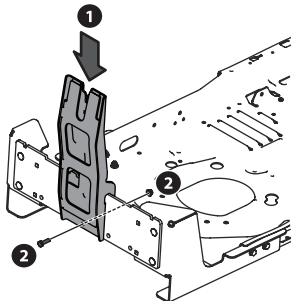

Figure 4
4. Pour fixer le support vertical sur l'ensemble de montage, insérez un boulon hexagonal (710-0376) et un écrou autobloquant à bride (712-04063) de l'ensemble de quincaillerie 689-00567. Voir Figure 4.